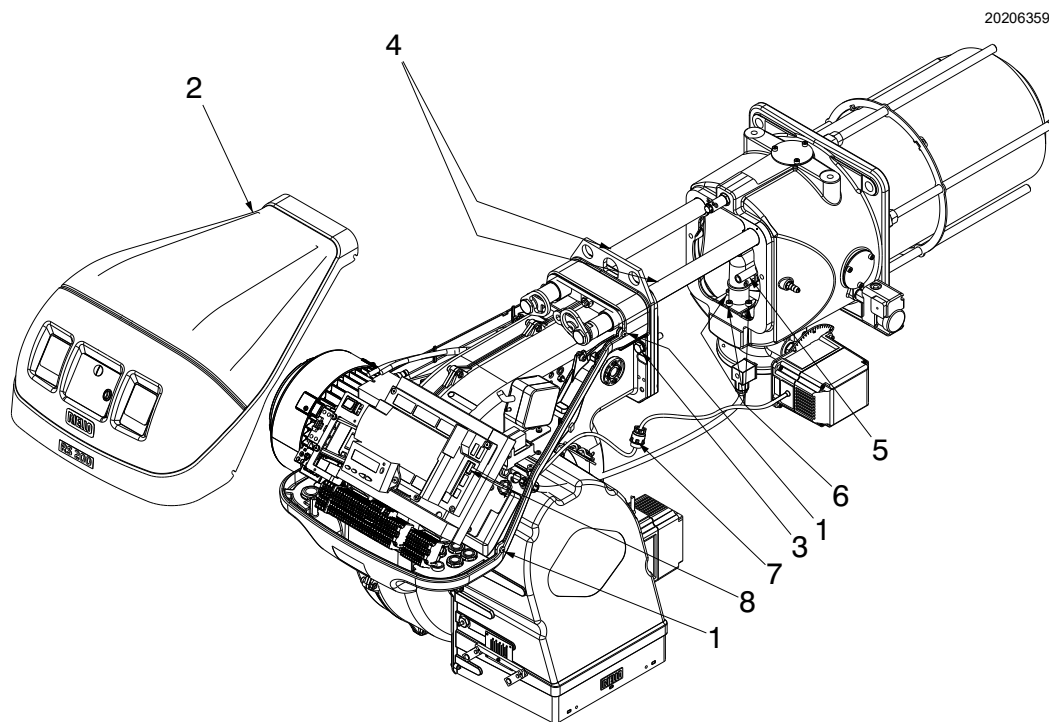

Fig. 42
- Aflojar los 4 tornillos 1) (Fig. 42) y quitar la tapa 2);
- volver a introducir los tornillos 3)(Fig. 42) y tirar suavemente de los cables de sonda y electrodo hacia afuera, hasta tensarlos levemente;